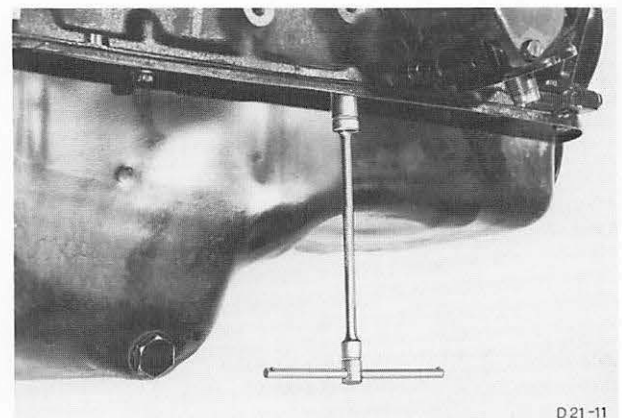

Abb. 38 Ölwanne abschrauben
16. Ölwanne nach unten abbauen, damit kein Ölschlamm und keine Abriebteile in den Motor gelangen, Abb. 38.